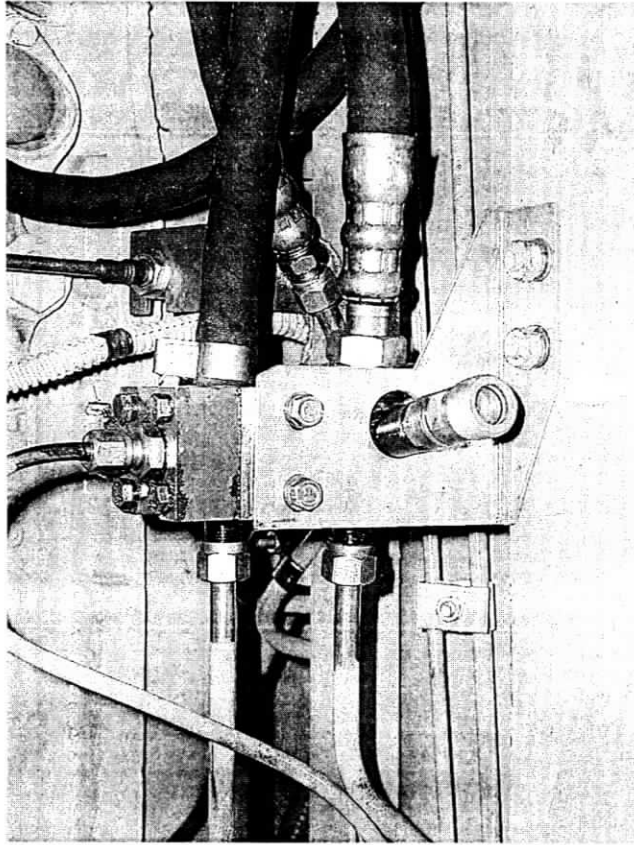

Рисунок 3.6 - Клапан напорный КН50.6.3 У1
**Клапан напорный** (рисунок 3.6) предназначен для ограничения давления в потоке рабочей жидкости и разгрузки гидросистемы в холостом режиме непрерывного слива рабочей жидкости при минимальном давлении в гидросистеме.